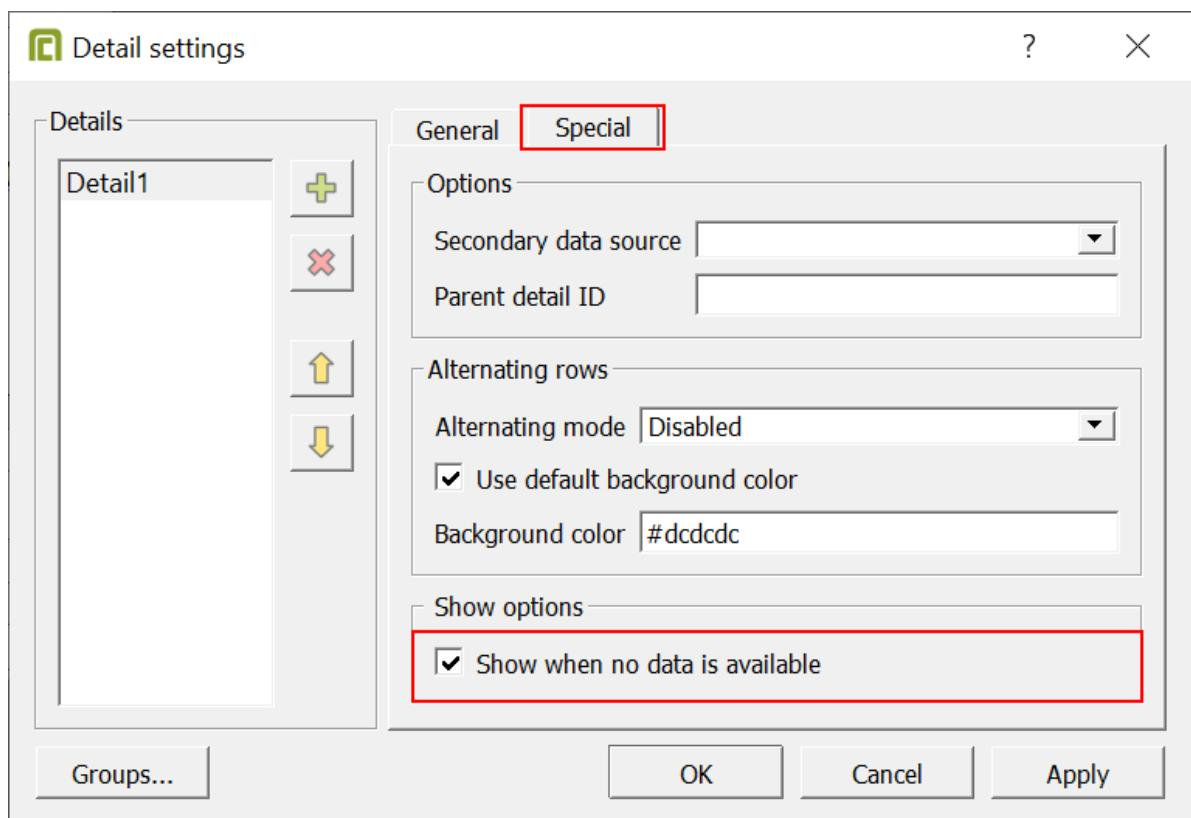

Рисунок 151 - Настройки Detail
6. Перейдите на вкладку Special и выберите Show when no data is available (Рисунок 151).